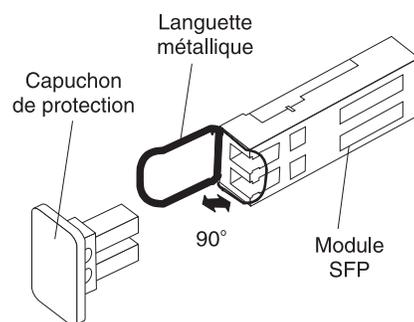

Figure 54. Déverrouillage d'un module SFP équipé d'une languette métallique
- Pour les modules SFP équipés d'une languette métallique, déverrouillez le module en déplaçant la languette d'environ 90° vers l'extérieur, comme illustré dans la figure 54.